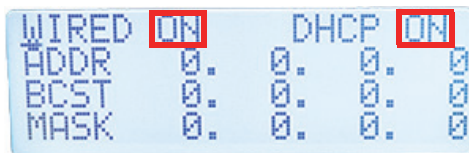

Figura 4-3 Menú DHCP
3. Para configurar de forma rápida el protocolo, use las teclas de flechas para determinar el parámetro **DHCP** a **ON** [Activado] (ver Figura 4-3 en la página 68). De lo contrario, cambie los parámetros DHCP mediante las teclas de flecha.